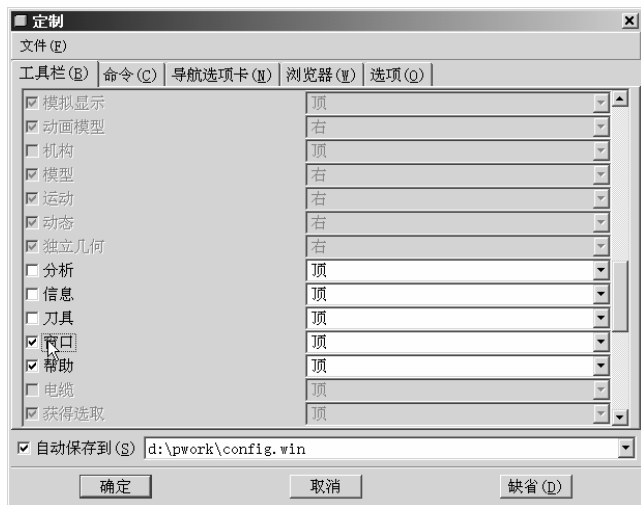
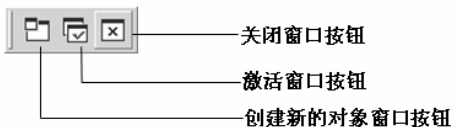

图 1.2.4 【定制】对话框
图 1.2.5 【窗口】工具栏
在主菜单中选择【工具】|【定制屏幕】命令,打开如图 1.2.4 所示【定制】对话框。在此对话框中用户可分别对工具栏、命令、导航选项卡、浏览器、选项进行定制。
(1)【工具栏】定制:在图 1.2.4 所示【定制】对话框中单击【工具栏】标签卡,然后选中【窗口】项前面的复选框,此时界面上方将增加如图 1.2.5 所示的【窗口】工具栏。单击【窗口】工具栏中的 按钮,可以将当前窗口激活为活动窗口;单击此工具栏中的 按钮,则可以关闭进程中当前参照文件的窗口。